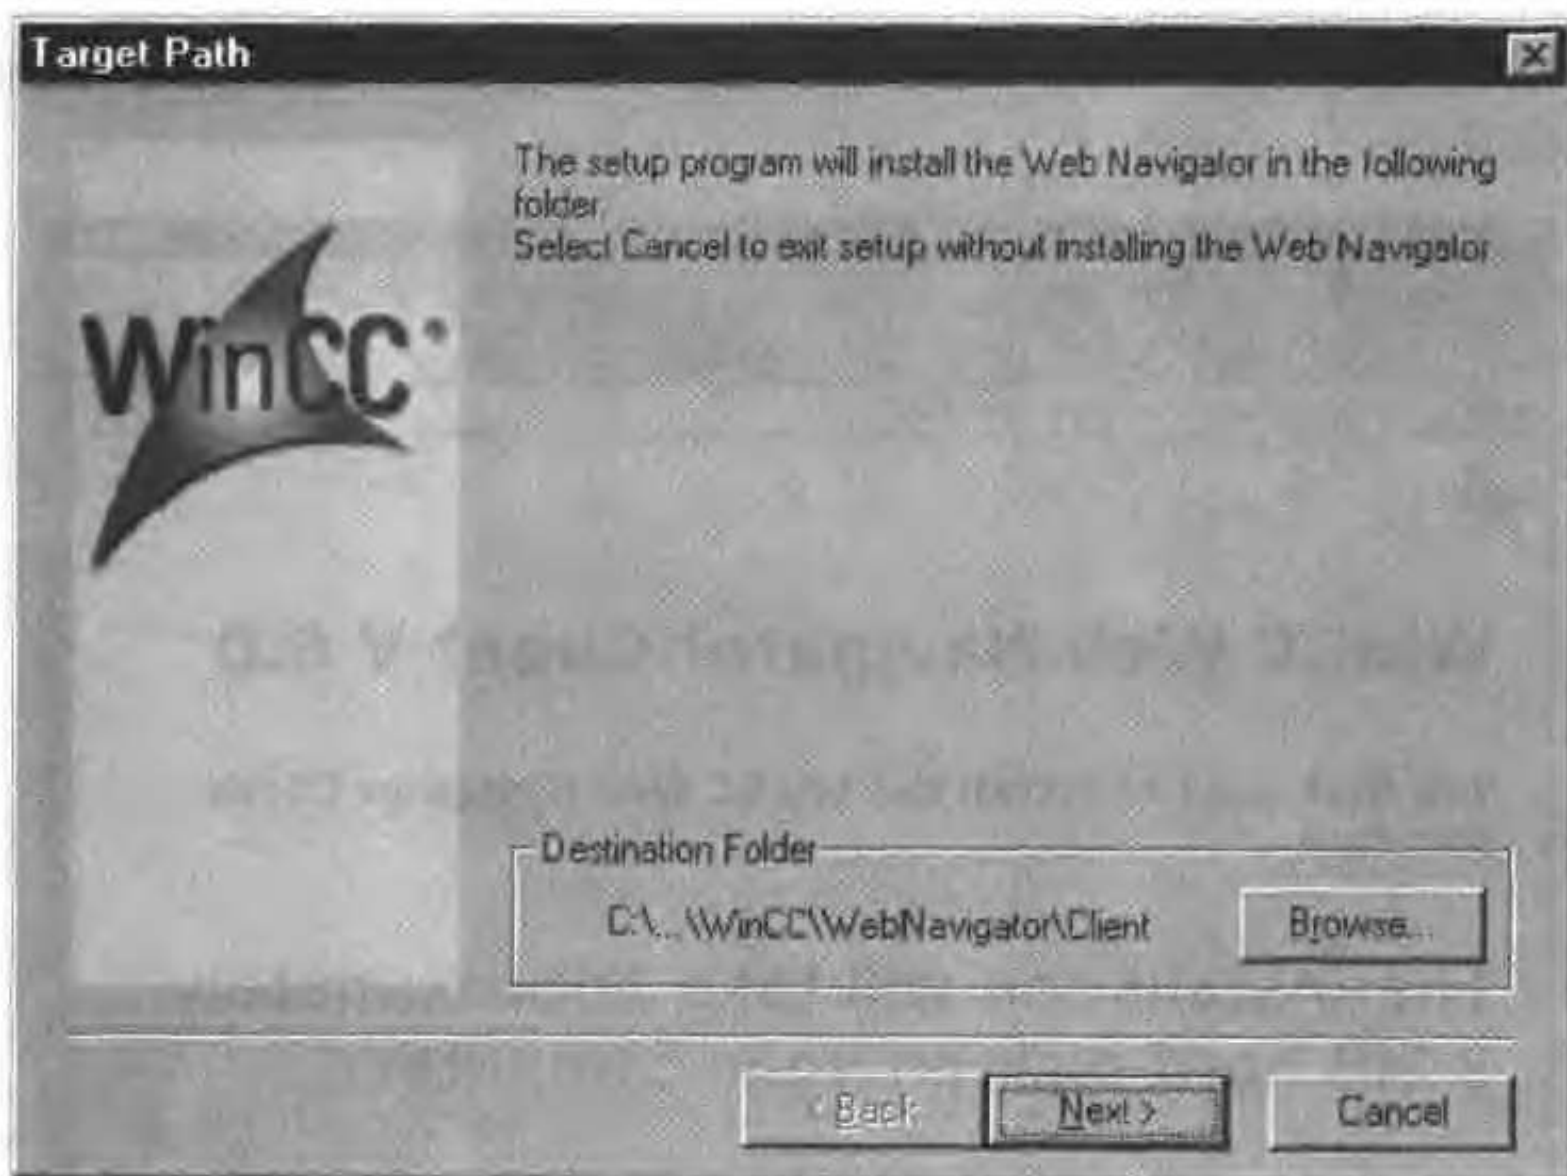

图 15-31 Web 客户机安装路径
- 文件将会被下载、解压, WinCC Web Navigator Client 会安装在客户机上如图 15-31 指定的路径中。